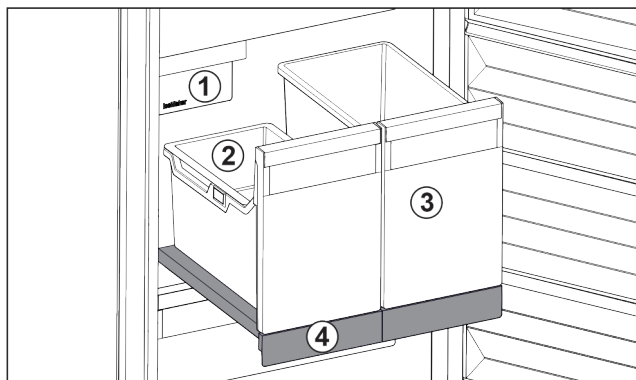

Fig. 138 Ripiano estraibile con IceTower
- (1) IceMaker
- (2) Vaschetta da agganciare per cubetti di ghiaccio
- (3) Contenitori ad es. per pizza, bevande alcoliche
- (4) Ripiano estraibile
Sul ripiano estraibile ci sono due contenitori alti (IceTower). I cubetti di ghiaccio dall'IceMaker vengono raccolti e conservati nel contenitore Fig. 138 (2). Il contenitore Fig. 138 (3) è adatto per conservare alimenti alti come pizze o bevande alcoliche.